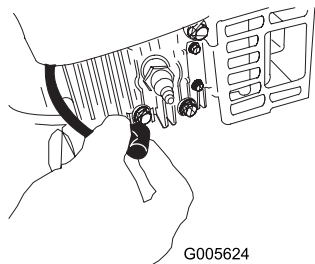

Bild 28
2. Ziehen Sie das Zündkabel von der Zündkerze ab, bevor Sie Wartungsarbeiten ausführen (Bild 28).